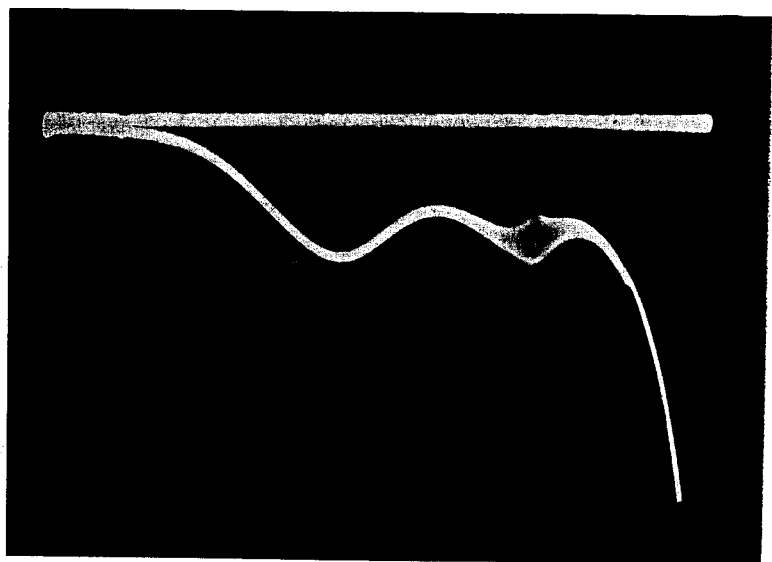

Bild 10 Tontreppe vergrößert
- h) Um den Verlauf der Kurve im einzelnen zu messen, kann man mit den Marken durch Verstimmen des Markengebers auf der Kurve hin und her fahren und so die Frequenzen der markanten Kurvenpunkte genau ermitteln. Es sei hier erwähnt, daß sich z. B. die Tontreppe dadurch sehr genau vermessen läßt, daß man sie gewissermaßen vergrößert auf dem Oszillographen abbildet, wie es Bild 10 zeigt. Hierzu verkleinert man den Hub und stellt gleichzeitig die Abstimmung des Wobblers so, daß nur noch die Tontreppe im Bild ist. Dann dreht man die Ausgangsspannung des Wobblers oder die Verstärkung des Oszillographen etwas auf, um auch in senkrechter Richtung das Bild größer zu erhalten. Mit der Frequenzmarke läßt sich nun die Breite der Tontreppe sehr exakt bestimmen.
- Nach Einstellung aller Kreise auf Sollfrequenz schaltet man den Wobbler wieder ein und überprüft die Kurvenform. Die Saugkreise für die Nachbarkanäle werden nicht mehr korrigiert, da sie auf der Kurve nicht erkennbar sind, man würde also nur die vorangegangene exakte Abstimmung wieder zerstören. Man korrigiert nun die Ton-Saugkreise so, daß eine ebene Treppe entsteht und anschließend die eigentlichen Abstimmkreise, bis die Kurve die saubere Form wie in Bild 10 annimmt. (Es sei hier auf die speziellen Kurvenformen hingewiesen, die vom Hersteller in der KD.-Anweisung angegeben sind). Nach einigen Versuchen erkennt man bald den Einfluß der einzelnen Kreise auf bestimmte Abschnitte der Kurve, so daß man die Korrekturen richtig vornimmt.